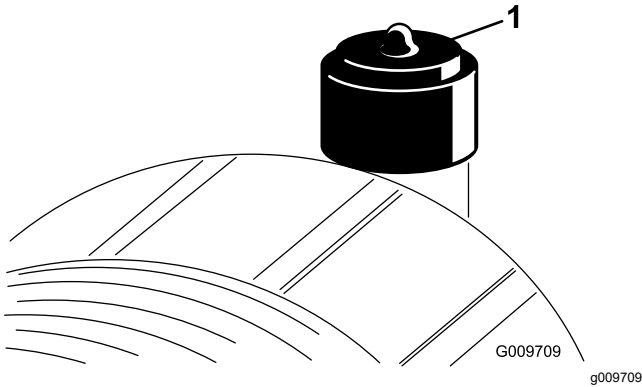

图 53
仅在维修指示灯 (图 53) 要求时才维修空气滤清器滤芯。在必须更换之前更换空气滤清器只会增加灰尘在滤清器拆下时进入发动机的几率。
9. 如果指示灯显示为红色请重设 (图 53)。